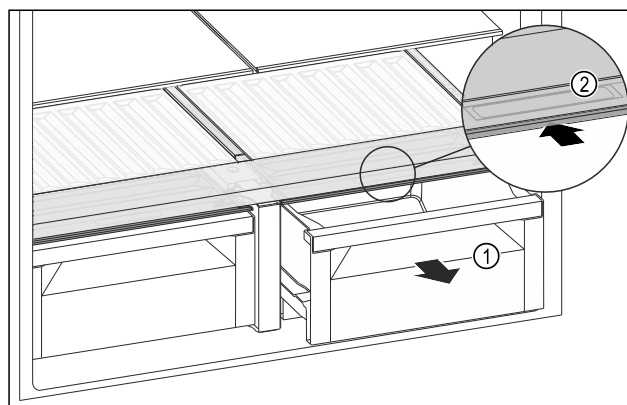

Fig. 130
- ▶ Estrarre il cassetto Fig. 130 (1).
- ▶ Afferrare la maniglia incassata Fig. 130 (2) sul coperchio dello scomparto e spingere allo stesso tempo all'indietro il coperchio dello scomparto.